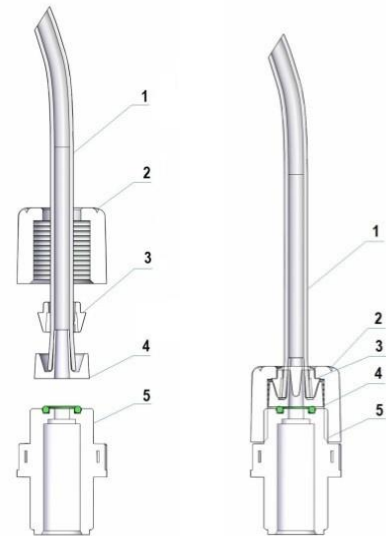

Fig.4 - Підключення шлангу до ніпелів
1. Від'єднати вилку кабелю електроживлення від електричної розетки 220V або вимкнути живлення двополюсним вимикачем з мінімальним відстанню між контактами 3 мм (Рис. 4)
1. Від'єднати піни від електричної розетки або вимкнути живлення двополюсним вимикачем з мінімальним відстанню між контактами 3 мм (Рис. 4)